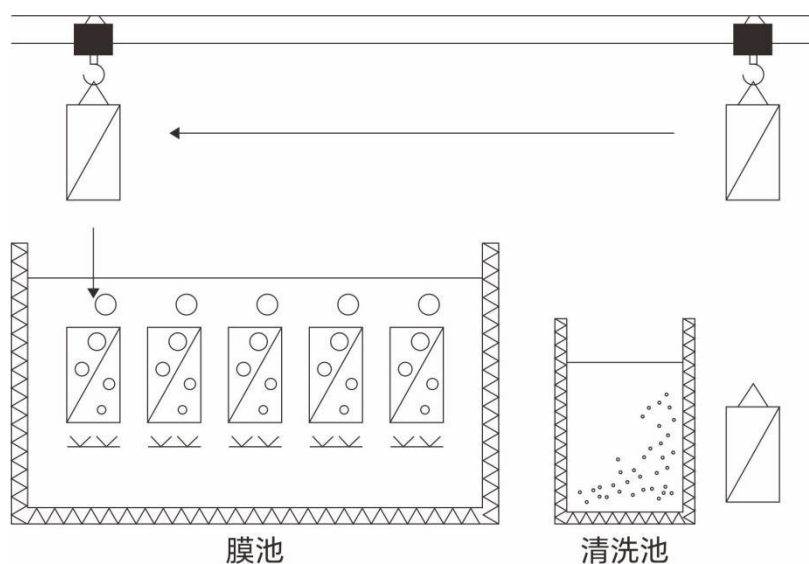

图4-14
6)如图4-14所示，将膜组器冲洗干净后吊回膜池，接通曝气管路和产水管路，在停止产水的情况下曝气30min以上，之后恢复正常运行。